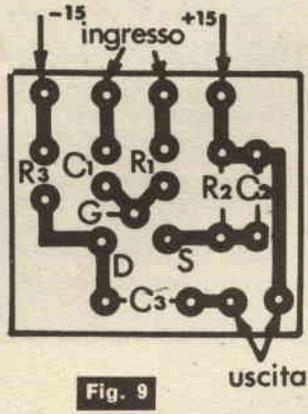

Fig. 9
- Pannello stampato già pronto, come in fig. 9 » 700